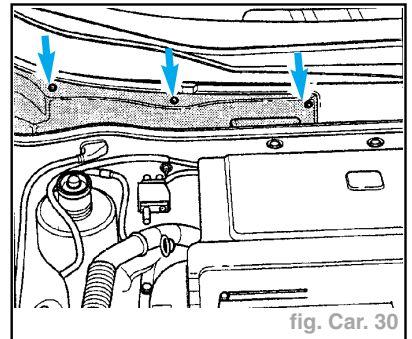

fig. Car. 30
- Dévisser les trois vis (flèches) (fig. Car. 30).